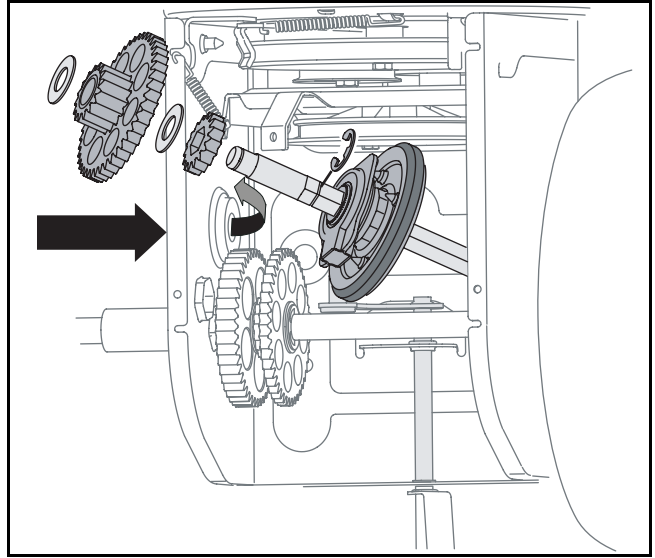

Figure 28
- Faites ensuite glisser l'arbre hex. vers le bas et la gauche tout en dégageant lentement les engrenages intérieurs des engrenages supérieurs sur l'essieu de la roue. Voir la Figure 28.